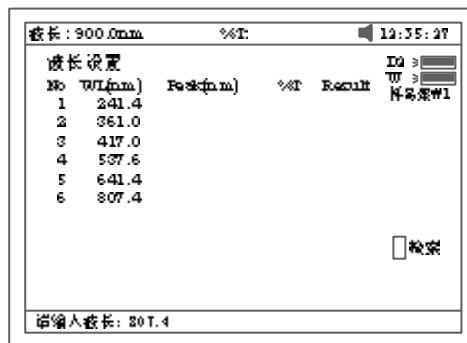

图 96
- a. 按【F1】设置极值处波长。输入波长后按【ENTER】确认(图 96). 按【】或【】键可输入更多的波长。按【CLEAR】键可以清掉已输入的波长。按【ESC/STOP】键退出该界。